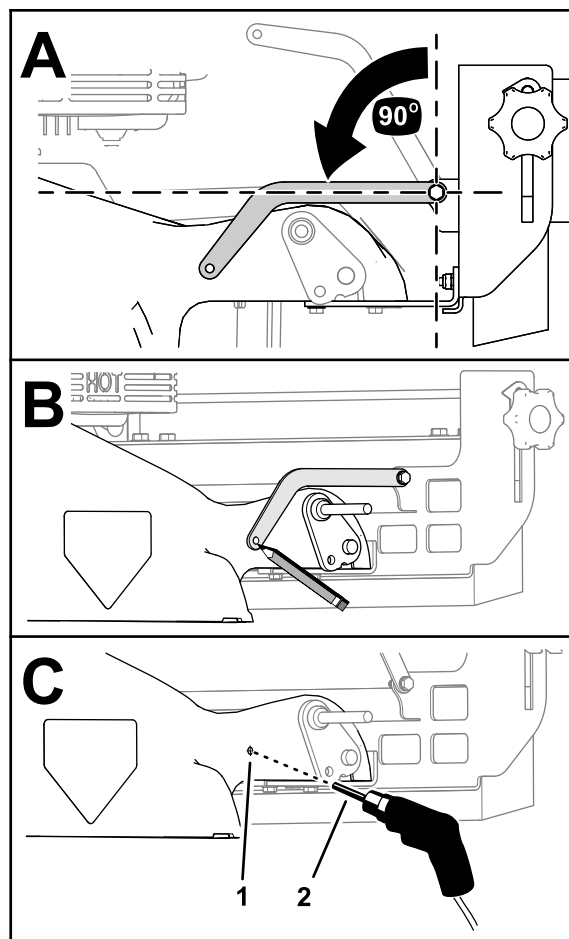

Figure 12
1. Sur le côté droit du plateau de coupe, placez la tige de renfort à 90° par rapport au support de montage de la brosse (Figure 12).
2. Repérez l'emplacement du trou pour la tige de renfort sur le plateau (Figure 12).
4. Percez l'emplacement marqué au pointeau avec un foret (6,5 mm), comme montré à la Figure 12.